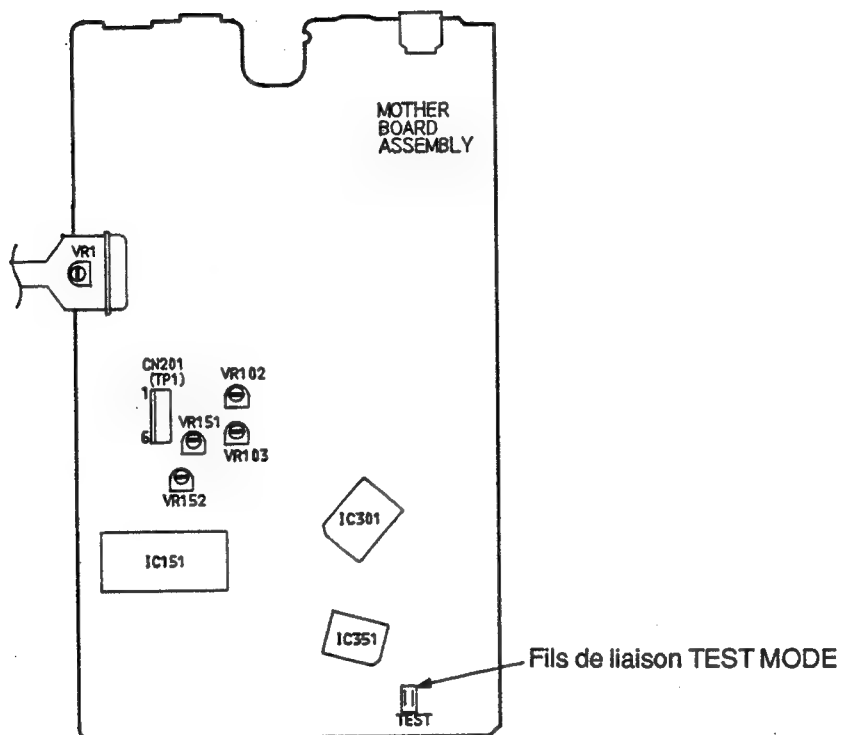

Figure 1 Emplacement des réglages
2. Court-circuiter les fils de liaison du mode d'essai. (voir Figure 1).